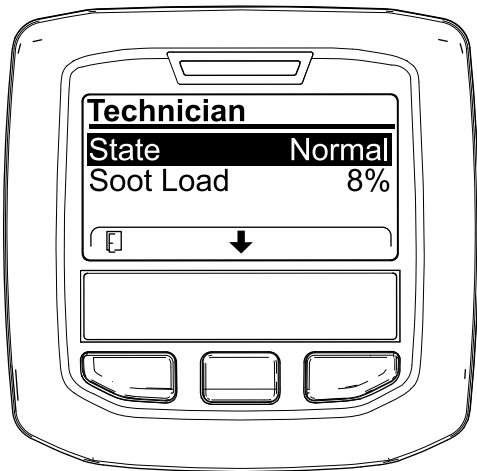

Figura 34
- Servitevi della tabella dell'operatività FAP per comprendere lo stato corrente dell'operatività del FAP (DPF) (Figura 34).